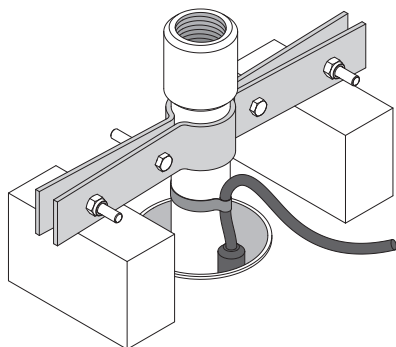

Fig. 7.5 – Para detalhes ver página 401
- É aconselhável ligar primeiro um pequeno pedaço de tubo ao bocal de descarga da bomba, fixando ao mesmo o cabo elétrico de alimentação. Na outra extremidade, por baixo da manga ou da flange de acoplamento, fixe um suporte de apoio (Fig. 7.5).